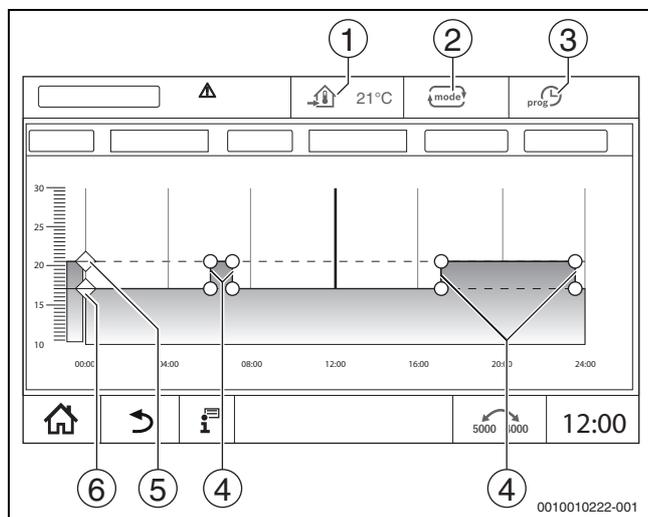

Рис. 18 Изменение "Автоматический пониженный режим" во временной программе
Для режимов работы (→ рис. 18, [2], стр. 17) и дополнительных функций могут быть установлены собственные значения температуры и критерии переключения. Настройки можно выполнять отдельно для каждого отопительного контура и для каждого режима работы.
Автоматический пониженный режим предварительно задается через параметры в сервисных меню. Параметры можно изменить в программе работы по времени (→ рис. 18, [4], [6]).
- ▶ Измените значения температуры смещением точек (→ рис. 18, [5], [6]).